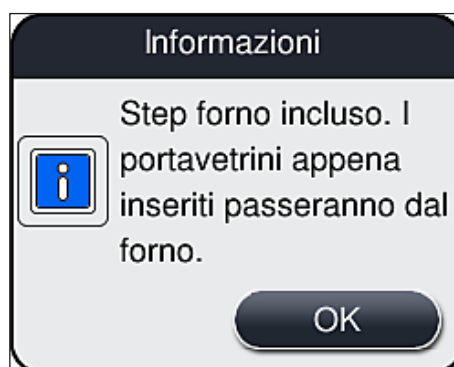

Fig. 37
3. Applicare la configurazione premendo il pulsante **Salva** (→ Fig. 33-5), prendere nota del successivo messaggio informativo (→ Fig. 37) e confermarlo con **OK**.